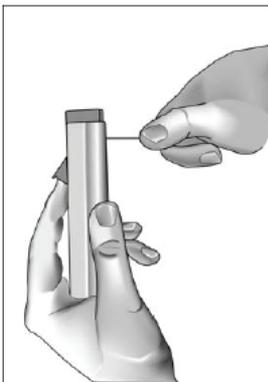

ABBILDUNG 3
2. Stecken Sie die Spitze einer Büroklammer in die Modul-Auslöseeinrichtung, während Sie die gleichzeitig vorsichtig auf das Oberteil des Sensors (Abbildung 3) nach oben drücken bis der integrierte Fingersensor heraus kommt.